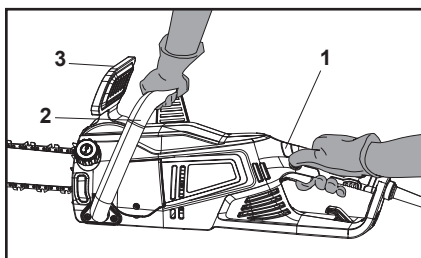

Fig. 16
1. Asegúrese de que el freno de cadena está desactivado. Desactive el freno de cadena tirando de la protección delantera (palanca de freno de la cadena) (3) hacia atrás, hacia la empuñadura delantera (2).
2. Coloque el producto en una superficie plana adecuada, asegúrese de que la cadena (8) no toca la superficie ni otros objetos.
3. Sostenga el producto con la mano izquierda en la empuñadura delantera (2) y la mano derecha en la empuñadura trasera (1) (Fig. 16).